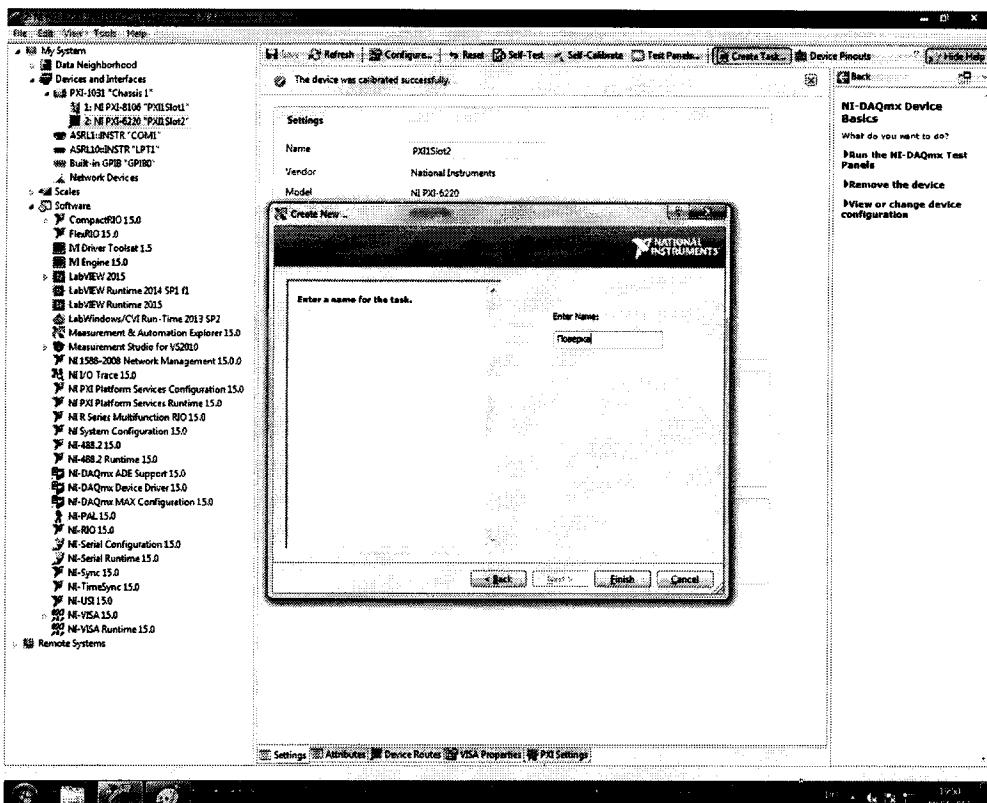

Рисунок 5.
4.12.3 В следующем окне (рисунок 5) в строке запроса указать новое наименование проекта (например, «Проверка 6220») и нажать кнопку «Finish».